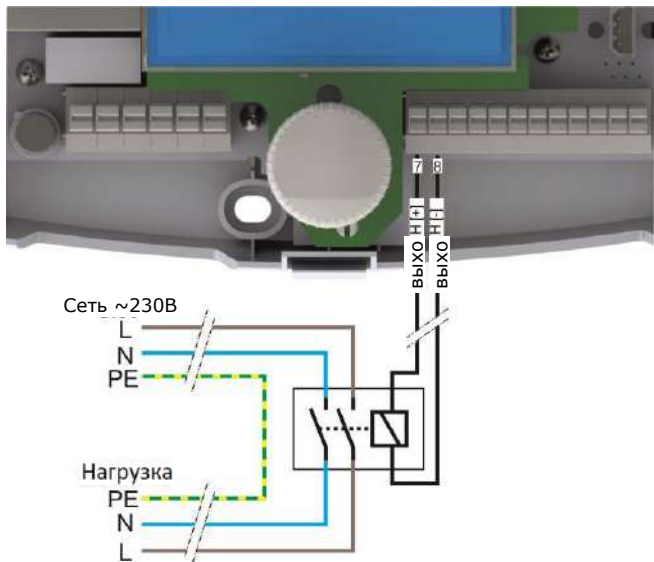

Рис. 16-10 Подключение реле к выходу Н
В случае подключения тэна необходимо применить реле, подключенное как показано на рисунке Рис. 16-10. Провод соединяющий контроллер с реле не должен иметь большего сопротивления чем 1Ω (смотри Таблица длины и сопротивления проводов в разделе посвящённом компенсации длины проводов 19.2.1).
1. **Однополярно с возвратной пружиной:** В случае использования данного клапана, нужно подключить его к выходу **Н** через реле так, как показано на Рис. 16-10.